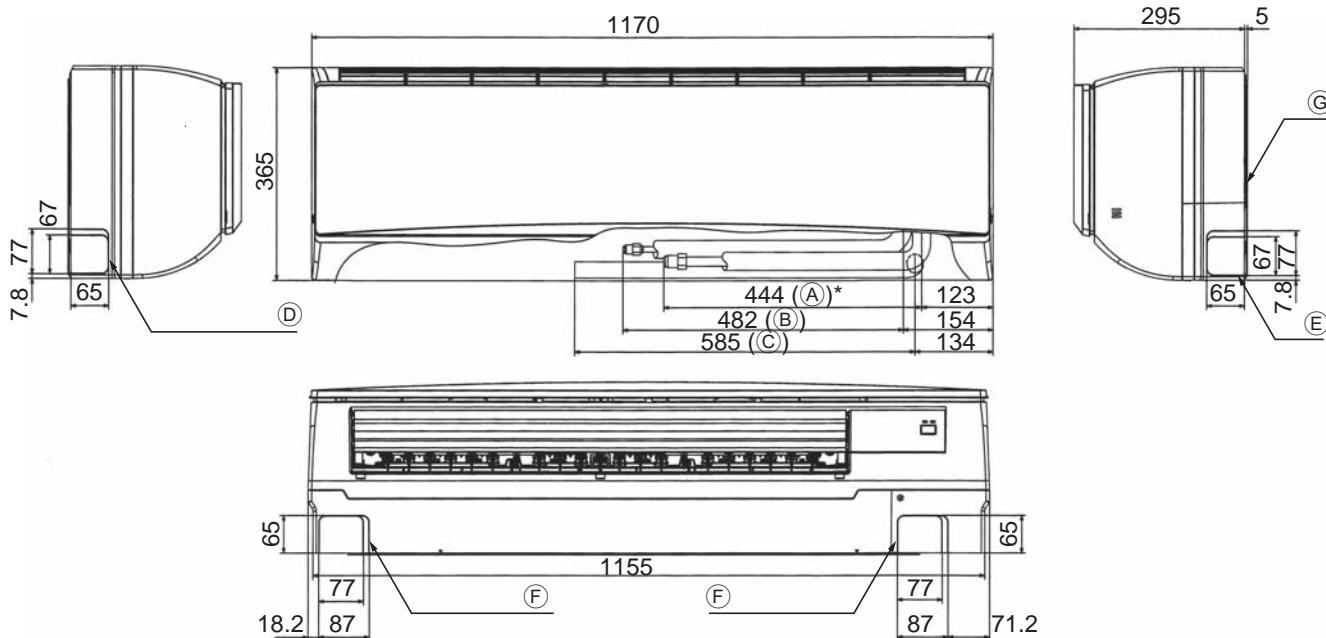

Рис. 4-2
4.2. Выбор расположения труб хладагента и дренажных труб (Рис. 4-2)